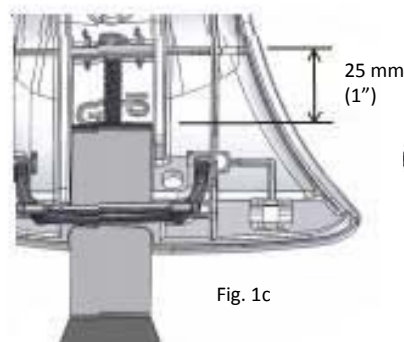

Fig. 1c
5. Laisser environ 1 po (25 mm) d'espace entre le haut de la sangle et la tête du boulon. Cela facilitera l'installation sur le cadre de portière (Fig. 1c).